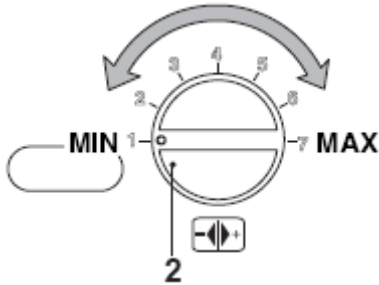

рис. 9.9
- Установите ручку 2 (см. рис. 9.9) на минимум, на дисплее LCD появится следующая последовательность изображений (изображение P09 чередуется с 01).